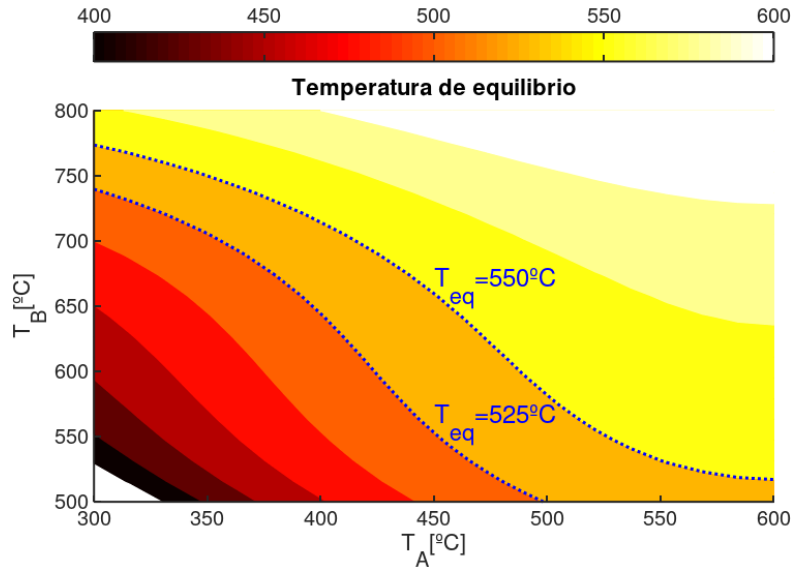

Figura 2: Temperatura de equilibrio de un mezclador de dos fluidos a diferente temperatura.
- 3.a) Muestre el resultado empleando curvas de nivel, un mapa de colores y las opciones necesarias tal de obtener la Figura 2.